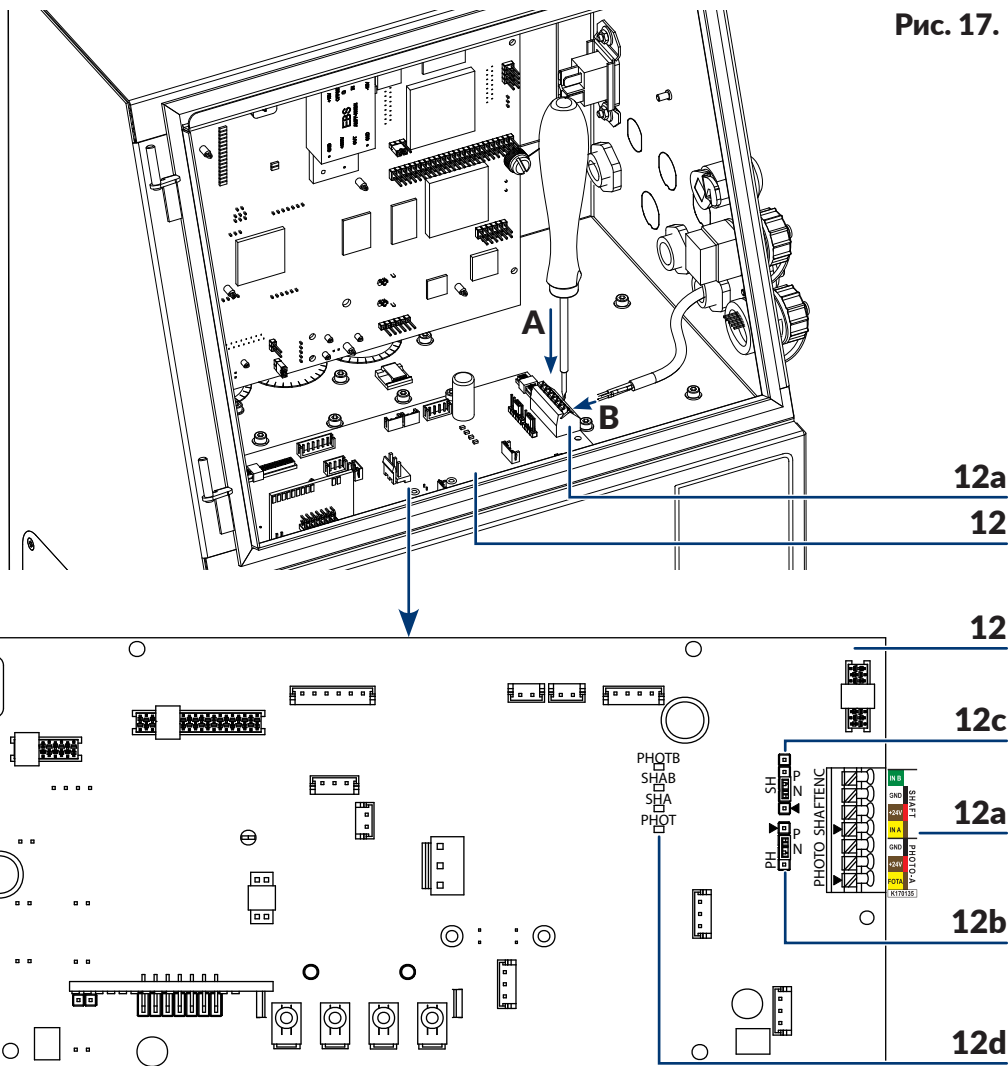

Рис. 17.
4. С помощью переключки **PH (12b)**; см. Рис. 17 на странице 47) на плате **PSA6K (12)** установите нужный тип фотодетектора:
19. Нажимая на соответствующие фиксаторы проводов на клеммовой рейке PHOTO/SHAFTENC (**12a**) на плате PSA6K (**12**) с помощью отвертки с плоским шлицем **A** (см. Рис. 17 на странице 47), подключите провода **B** кабеля фотодетектора к клеммовой рейке: